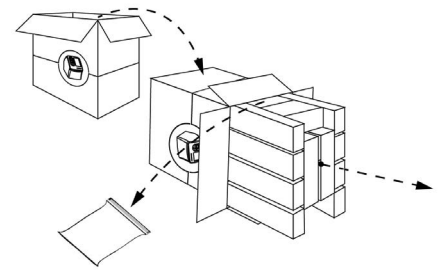

Figure 3
4. Tourner la boîte sur le côté (figure 3).
5. Glisser lentement le dispositif et la mousse qui l'entoure hors de la boîte à l'aide du tube brun qui se trouve entre les panneaux de mousse (figure 3).
6. Sortir le sac d'accessoires et le mettre de côté (figure 3).